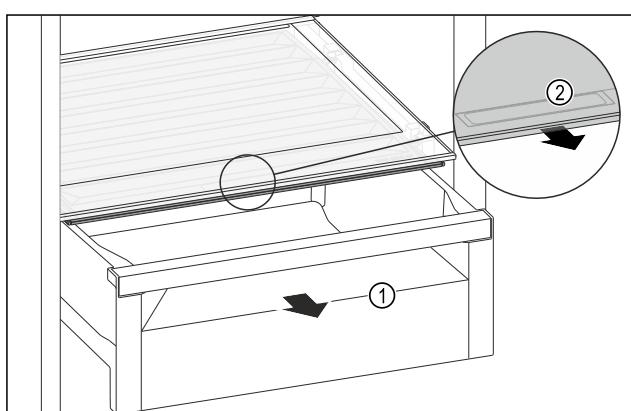

Fig. 110
- Vytiahnite zásuvku Fig. 110 (1).
- Uchopte priehlbinu na rukoväť Fig. 110 (2) na veko zásuvky a súčasne tiahajte veko zásuvky dopredu.